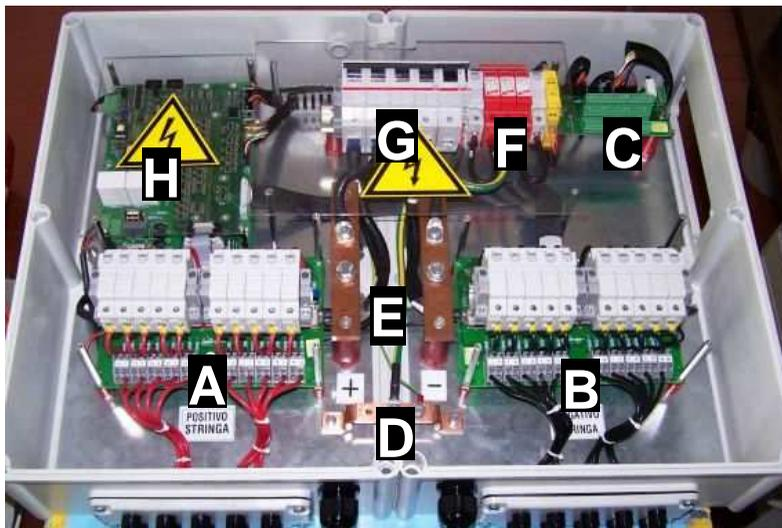

Figura 6-1: Interno del PVI-STRINGCOMB-S
6.3.1 Conessioni di ingresso (Rif.§6.1 punto A e B, Figura 6-1: Interno del PVI-STRINGCOMB-S)
6.3.2 Ingressi e Uscite segnali (Rif. §6.1 punto C, Figura 6-1)
La presenza del cavo di terra collegata nell'apposita barra (Figura 6-1 punto D) è necessaria per il corretto funzionamento di questo componente.
6.3.5 Interruttore Sezionatore DC (Rif. §6.1 punto G, Figura 6-1)